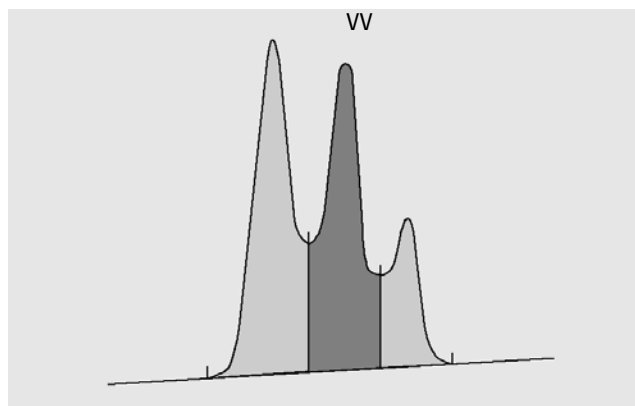

Figura 21 Misurazione dell'area dei picchi da valle a valle
- per i picchi da valle a valle (VV), l'area sopra la linea di base, segmentata con linee perpendicolari dai punti di avvallamento, come nella Figura 21, pagina 48,